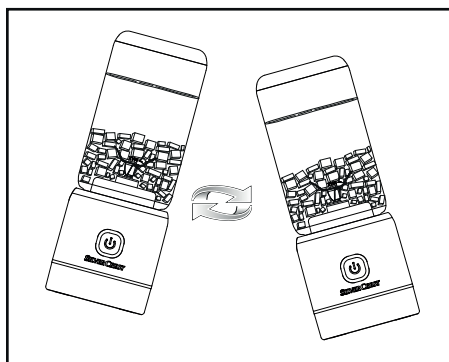

Fig. 1
4) Para distribuir melhor os ingredientes, pode mover o aparelho durante a trituração dos alimentos. Para tal, agarre o aparelho com a mão e faça movimentos oscilantes para cá e para lá (ver fig. 1). Certifique-se de que o copo de mistura **4** não se solta do bloco do motor **9**.